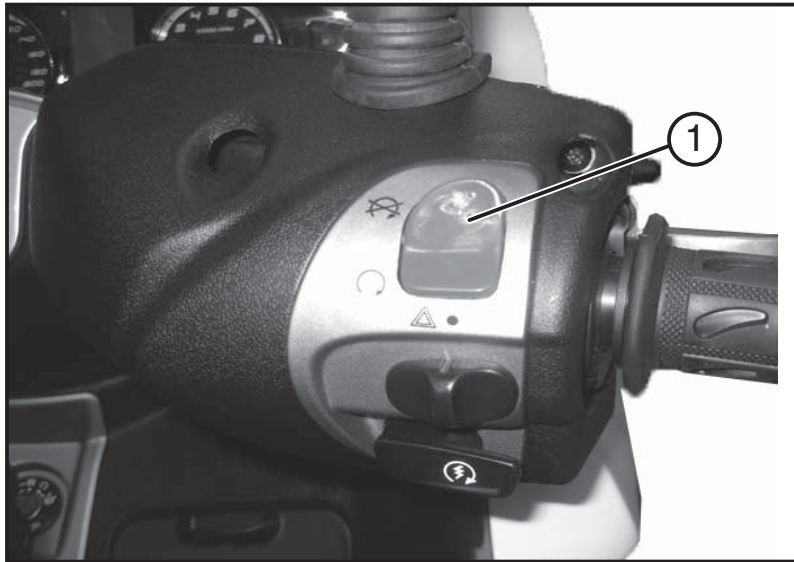

Fig. 01
5.5 ARRET DU MOTEUR (Fig. 01)
- 1- Appuyer sur la commande d'arrêt moteur « **1 - Fig.01** », en laissant la clé de contact sur la position « **ON** ».